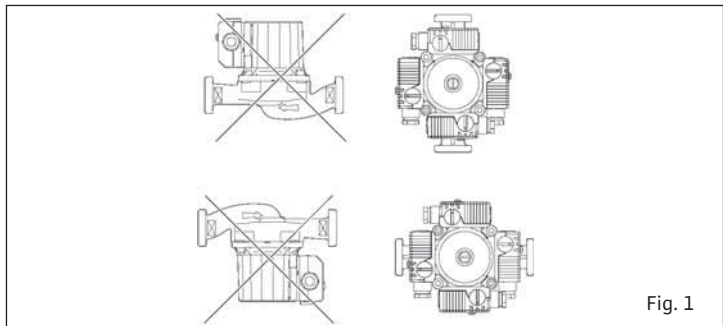

Fig. 1
- Effectuer le montage sans tension avec l'arbre en position horizontale. Observer les positions de montage de la fig. 1.